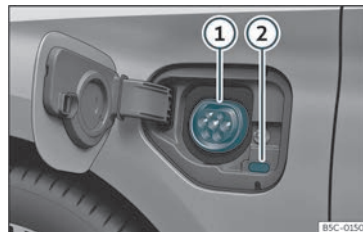

Fig. 202 Dietro il coperchio di ricarica della batteria nella parte anteriore sinistra: Presa di carica
» **fig. 202**
- Con il veicolo sbloccato, premendo il coperchio di ricarica della batteria, questa si apre >>> fig. 202.